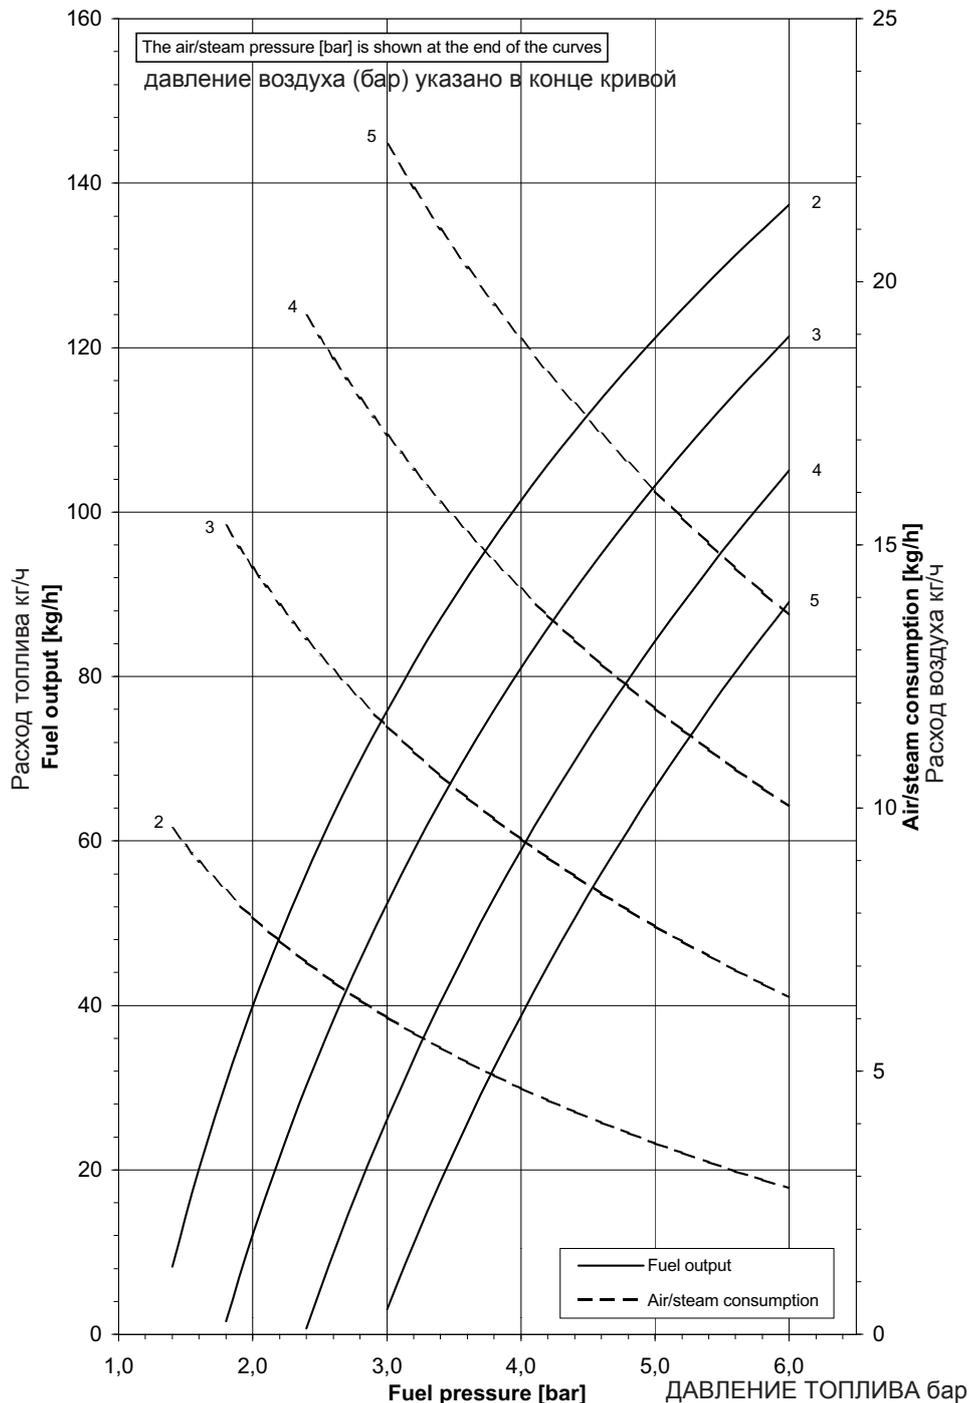
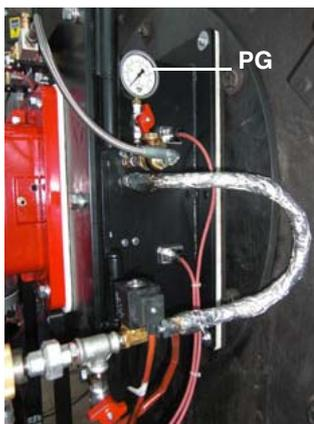
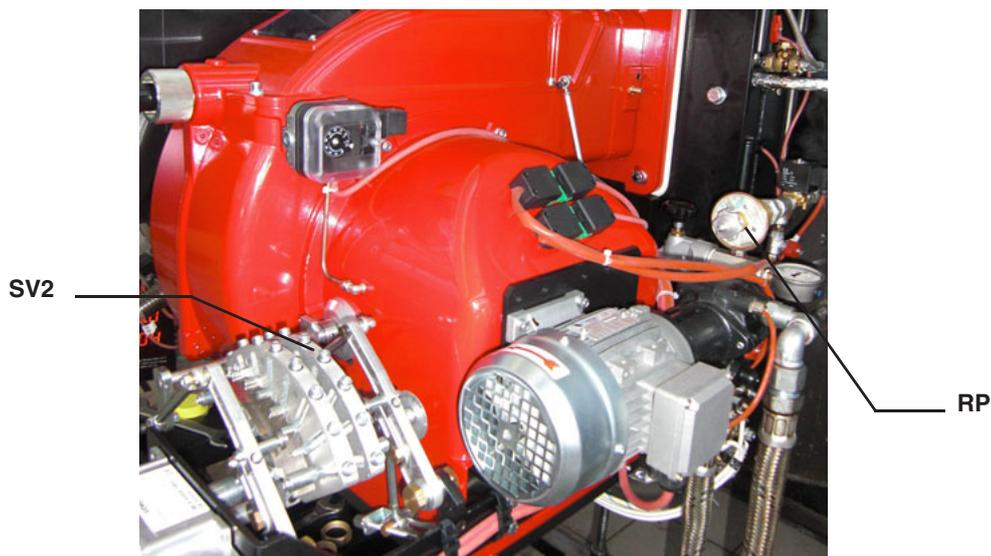

Рис. 20
Рис. 22
Рис. 24
- 9 для получения максимального расхода мазутного топлива регулировать давление (считывая значения на манометре **PG** - Рис. 22): все время проверяя параметры продуктов сгорания, воздействовать на винт варьлируемого сектора **SV2** (см. Рис. 24), но по достижении положения большого пламени.
- 13 Сместить кулачок **V** (малое пламя на мазутном топливе) в сторону минимальной мощности, с тем, чтобы сервопривод начал закрываться, до тех пор, пока два подшипничка не совместятся с регулировочным винтом, относящимся к самой низкой точке: закручивать винт **V2** (Рис. 24) для увеличения расхода, откручивать - для уменьшения, с целью получения значения давления, как на графике на Рис. 20, на основании требуемого расхода.